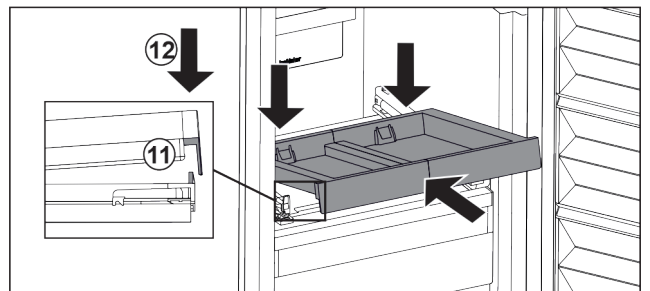

Fig. 104
- ▶ Schräg einschieben. Darauf achten, dass auf beiden Seiten der Anschlag hinter der Lasche ist. Fig. 104 (11)
- ▶ Auszugsbord vorne absetzen. Fig. 104 (12)